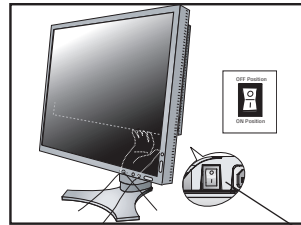

Figure 9
- L'interrupteur de vacances à l'arrière du moniteur près de l'entrée AC doit être sur la position ON (Marche) pour que le moniteur fonctionne (Figure 9).